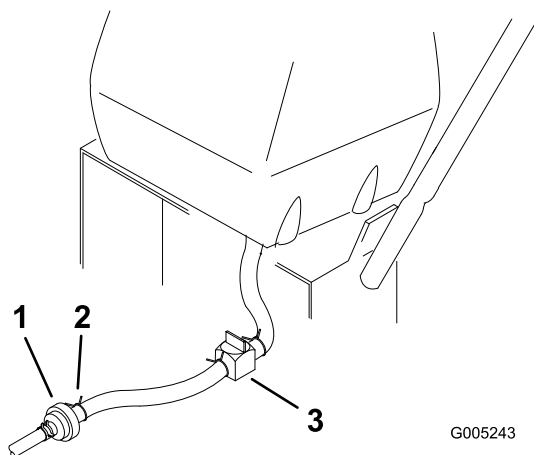

Figure 31
3. Fermez le robinet d'arrivée de carburant sur le réservoir de carburant (Figure 31).
4. Pincez les extrémités du collier de fixation et poussez le collier en haut de la conduite d'alimentation, à l'opposé du filtre à carburant (Figure 31).
5. Débranchez la conduite d'alimentation du filtre à carburant (Figure 31).
7. Ouvrez le robinet d'arrivée de carburant sur le réservoir de carburant (Figure 31).